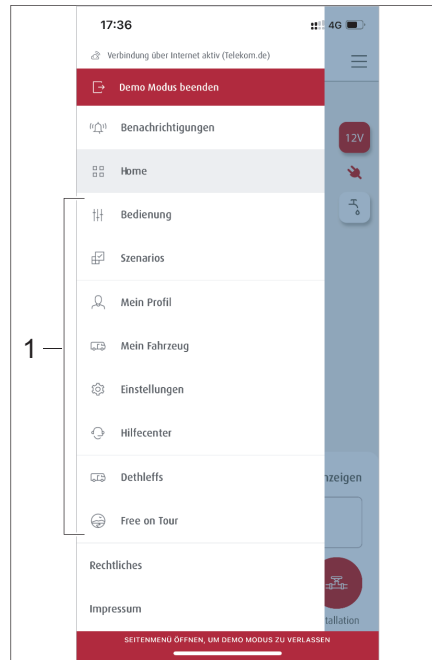

Bild 303 Untermenüs
Es werden die Untermenüs (Bild 303,1) angezeigt.
- Im Menü-Bereich auf *Szenarios* (Bild 303,1) tippen.
- In den Untermenüs (Bild 303,1) das Menü *Bedienung* wählen.
- In den Untermenüs (Bild 303,1) das Menü *Mein Fahrzeug* wählen.